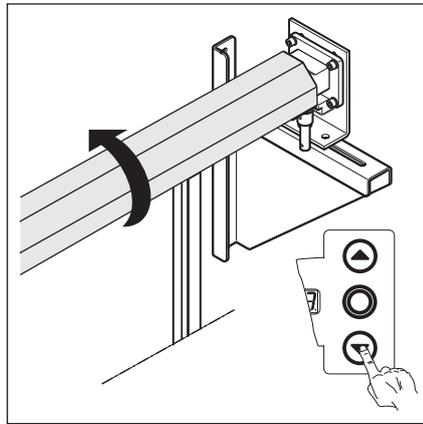

Abb. 6-17: Wickelwelle in Richtung *Tor-Zu* fahren, bis der Endschalter den Motor abschaltet
4. Wickelwelle im Totmannbetrieb in Richtung *Tor-Zu* fahren, bis der Endschalter *Tor-Zu* den Antrieb stoppt (siehe Abb. 6-17).